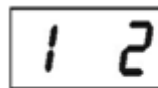
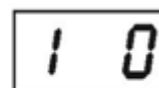

图1
图2
(1) 显示图 1 或图 2: 为选择输入信号类型。长按 SET 键 3 秒, 最后位闪烁, 这时可短按 SET 键切换选择。长按 SET 键 3 秒, 不闪烁。短按 SET 键, 进入下一个选择。
选择图 1: 输入信号为 4~20mA (2~10V)
选择图 2: 输入信号为 0~20mA (0-10V)